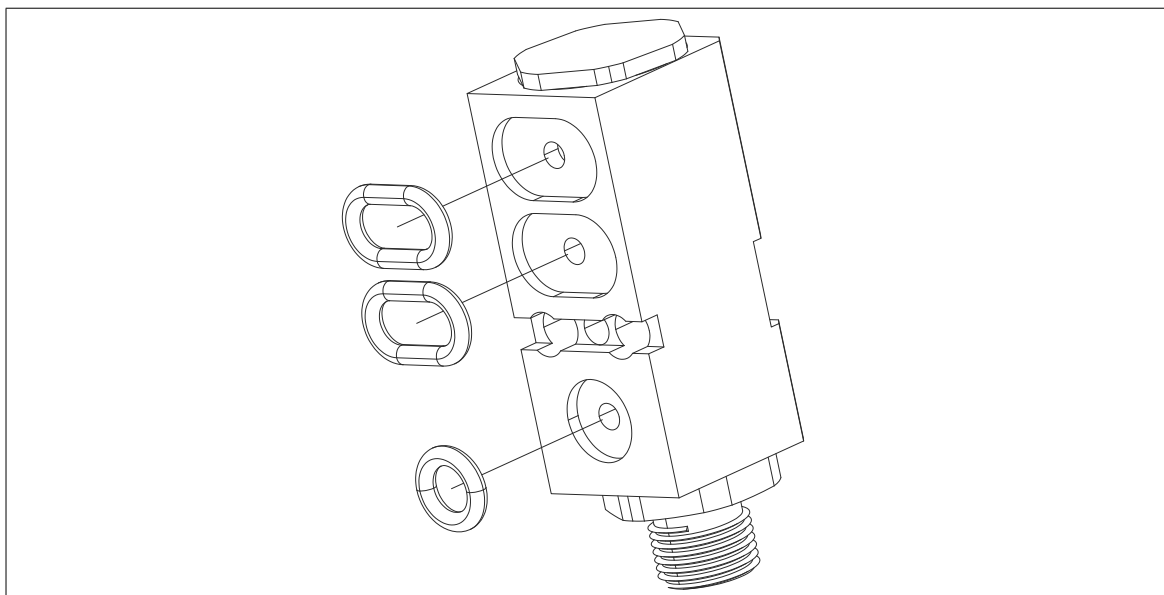

Bild 4: O-Ringe einsetzen
5. Mitgelieferte O-Ringe auf Vollständigkeit und korrekten Sitz prüfen (siehe Bild 4).